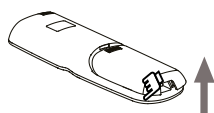

fig. 7
2) Sollevare dall'estremità inferiore sinistra il coperchio della batteria per aprirlo (vedi "fig. 7");